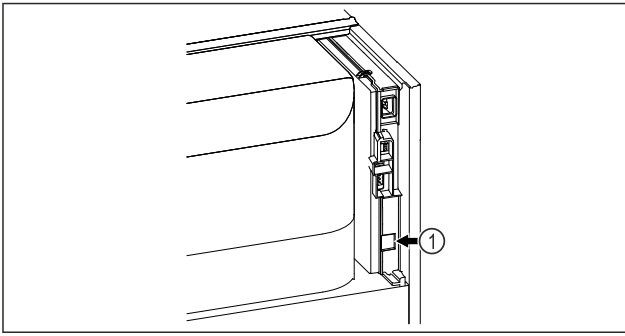

Fig. 85
- ❑ SmartModule Fig. 85 (1) je nasadený.